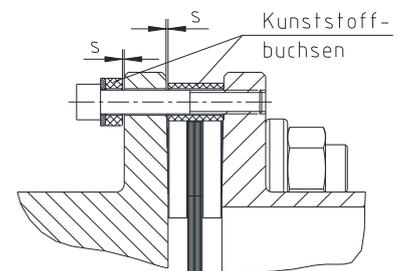

Bild 22: Axialspielbegrenzung
- Nach der vollständigen Montage des Zwischenstücks die Schrauben und Buchsen der Axialspielbegrenzung wieder montieren (siehe Bild 22). Dabei das Axialspiel  $S$  nach Maßblatt beachten.